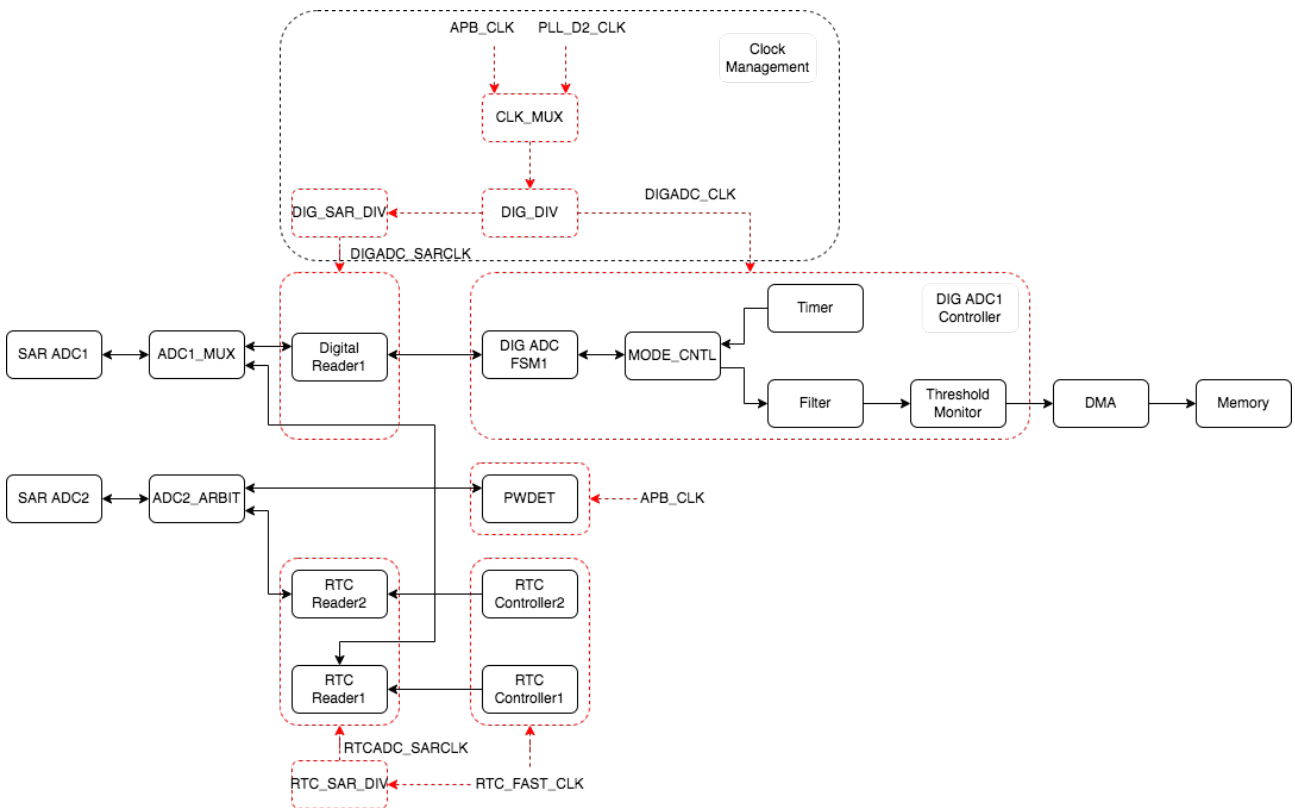

图 39-8. SAR ADC 的功能概况
- 四个控制器均配有独立的 ADC Reader 模块，见图 39-8
SAR ADC 的主要元件与连接情况见图 39-8。
如图 39-8 所示, SAR ADC 模块主要包括以下部分: